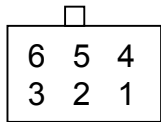

Рис. 5.1. Цоколевка вилки первичного электропитания блоков БП-В40-24-60В и БП-Г35-24-60В (вид с лицевой стороны блока)
**Внимание!** В связи с разной ориентацией разъемов на блоках БП-В40-24-60В и БП-Г35-24-60В следует обращать внимание на положение ключа разъема (выступа, см. рис. 5.1).